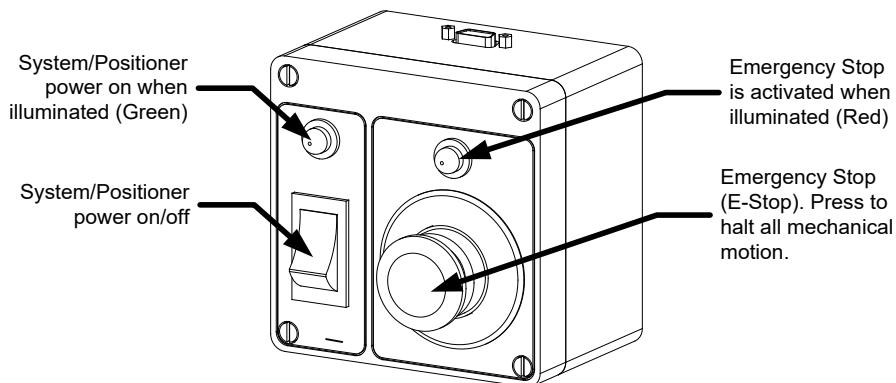

Figure 13. Boîtier d'alimentation dans la salle de commande
3. Mettez le système sous tension. Sur le panneau d'alimentation à distance (situé dans la salle de commande), maintenez l'interrupteur à bascule en position **Marche**(« I ») pendant environ 1 seconde jusqu'à ce que le témoin d'alimentation vert s'allume (**Figure 13**).